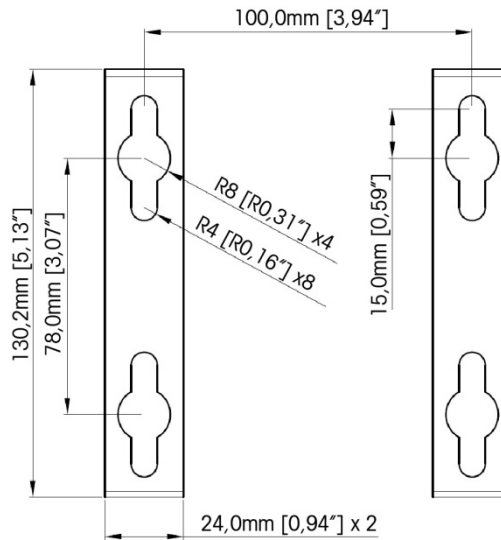
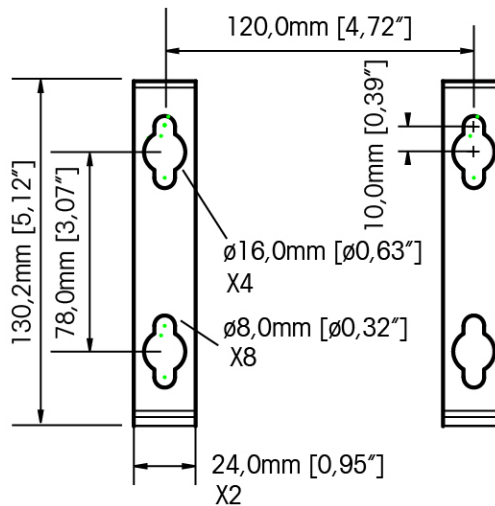

Figura 2-16: Forometria per il montaggio della staffa a parete (VESA 100 x 100mm) (nei terminali IND570 prodotte dopo l'aprile 2016)
Figura 2-17: Forometria originale per il montaggio della staffa a parete (nei terminali IND570 prodotte fino ad l'aprile 2016)
4. Contrassegnare la posizione dei fori di montaggio sulla superficie verticale in base alle dimensioni mostrate in Figura 2-16 e Figura 2-17, oppure, mantenendo il terminale sulla